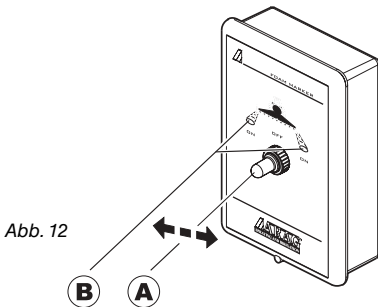

Abb. 12
- 3) Schalten Sie nun die Kompressoreinheit ein indem Sie den Wählschalter (**A**, Abb. 12) nach rechts verstellen.
- 6) Den Wählschalter nach links verstellen (**A**, Abb. 12), dann die Kompressoreinheit starten.
- Schalten Sie nun die Kompressoreinheit durch Betätigen des Hebelwählschalters (**A**, Abb. 12) am Steuerkasten ein.